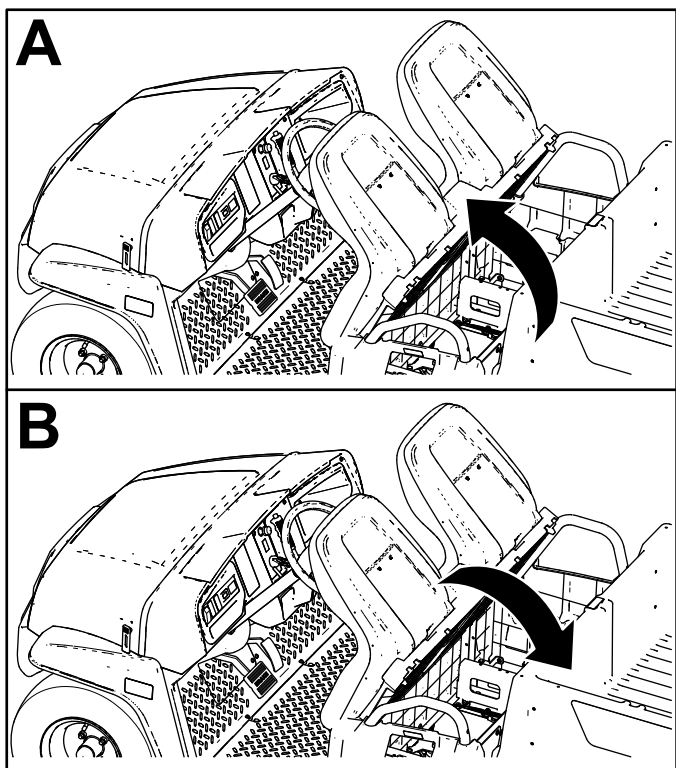

Figure 29
Pour relever l'ensemble sièges, basculez-le vers l'avant jusqu'à ce qu'il repose sur le volant (Figure 29).
Pour abaisser l'ensemble sièges, basculez-le vers l'arrière jusqu'à ce qu'il retrouve sa position initiale (Figure 29).
1. Poussez l'ensemble sièges en avant, en position relevée (Figure 29).